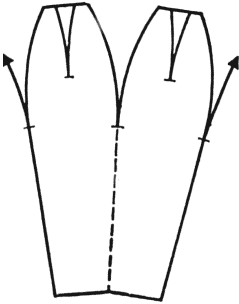

Рис. 307
8. *Чтобы уменьшить количество швов*, воспользуйтесь рис. 307 (задание выполнять не нужно).